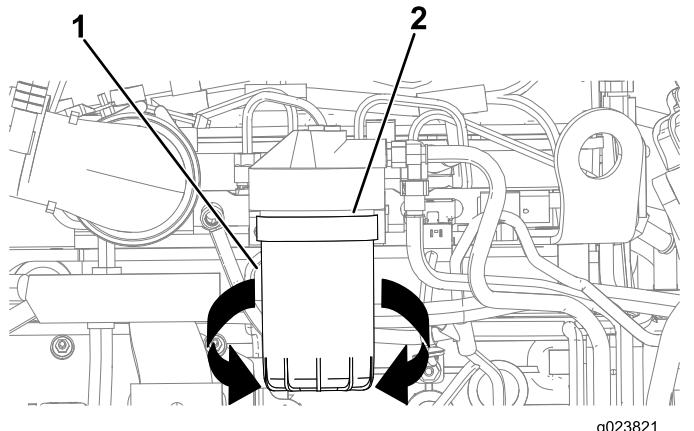

Figura 99
3. Coloque un recipiente de drenaje o varios trapos debajo del filtro de combustible secundario y del adaptador del filtro de combustible (Figura 99).
- Gire el filtro de combustible en sentido antihorario y retire el filtro de combustible (Figura 99).
- Alinee el filtro de combustible con el adaptador del filtro de combustible y gírelo en sentido horario hasta que la junta del filtro de combustible entre en contacto con el adaptador del filtro de combustible (Figura 99).
- Apriete el filtro de combustible a mano 1/2 vuelta más (Figura 99).